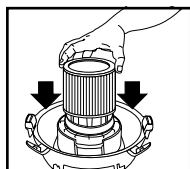

FIGURE 12
19. Alors que le couvercle du réservoir est renversé, glissez la cartouche filtrante vers le bas, sur le support de couvercle, et poussez jusqu'à ce que les joints du filtre reposent contre le couvercle. **FIGURE 12.**